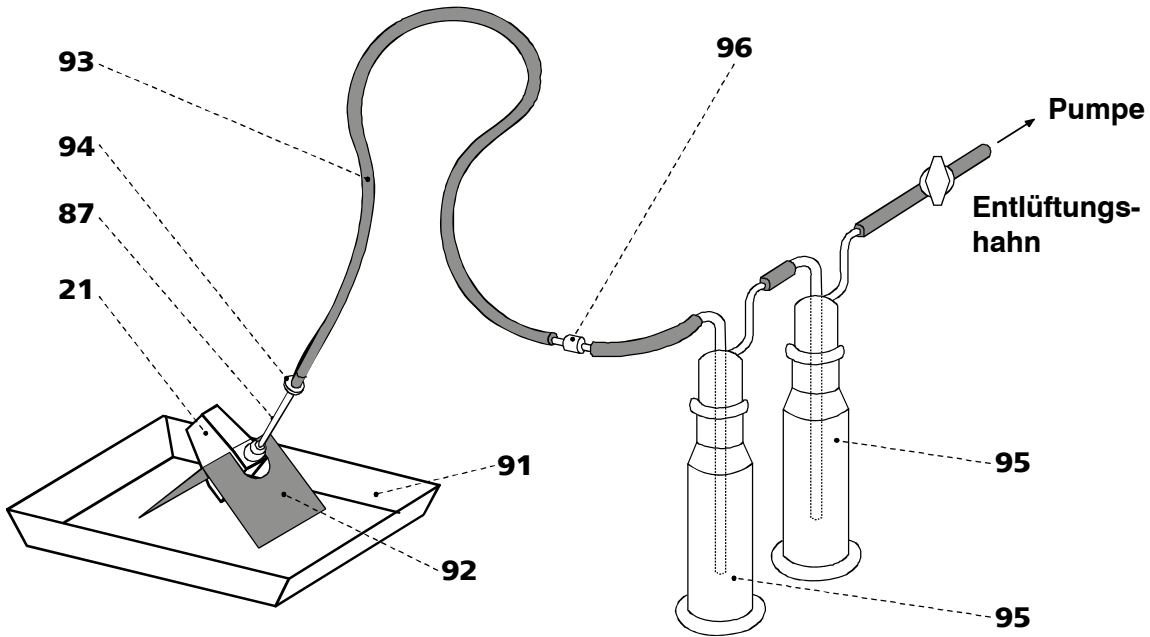

Abb. 10: Einrichten des Füllplatzes
- Alle Manipulationen an der Elektrode und an Quecksilbergefässen müssen in oder über der mitgelieferten Auffangwanne **91** ausgeführt werden (siehe *Abb. 10*).
- Füllschlauch mit der Schlauchkopplung **96** mit den beiden Gaswaschflaschen **95** und der Vakuumpumpe verbinden (siehe *Abb. 10*).
- Füllschlauch **93** mit der Schlauchkopplung **96** mit den beiden Gaswaschflaschen **95** und der Vakuumpumpe verbinden (siehe *Abb. 10*).